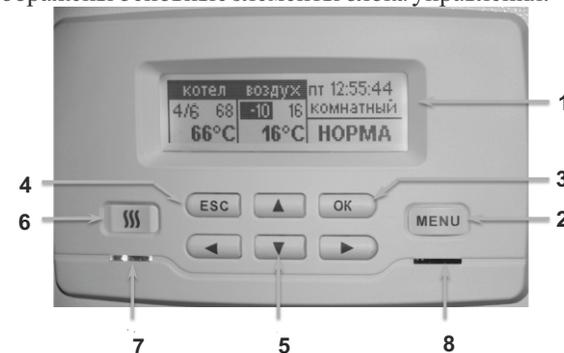

Рисунок 6. Блок управления. Начальный вид - Главное окно.
В этих случаях будет произведено обесточивание ТЭНов с помощью контактора, включится индикатор отказа (8) рис. 6 и появится текстовое сообщение о характере несоответствия. Пример см. рис. 35.
На рис. 6 изображены основные элементы блока управления: